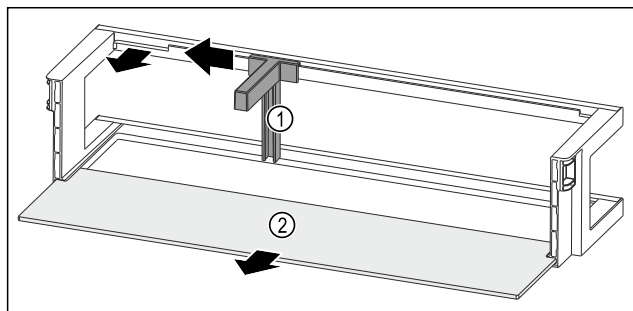

Fig. 51 Odkladací priestor vo dverách s držiakom fliaš a odkladacou plochou
- ▶ Potlačte držiak fliaš Fig. 51 (1) až k vybraniu do strany.
- ▶ Odoberte držiak fliaš Fig. 51 (1).
- ▶ Odoberte odkladaciu plochu Fig. 51 (2).